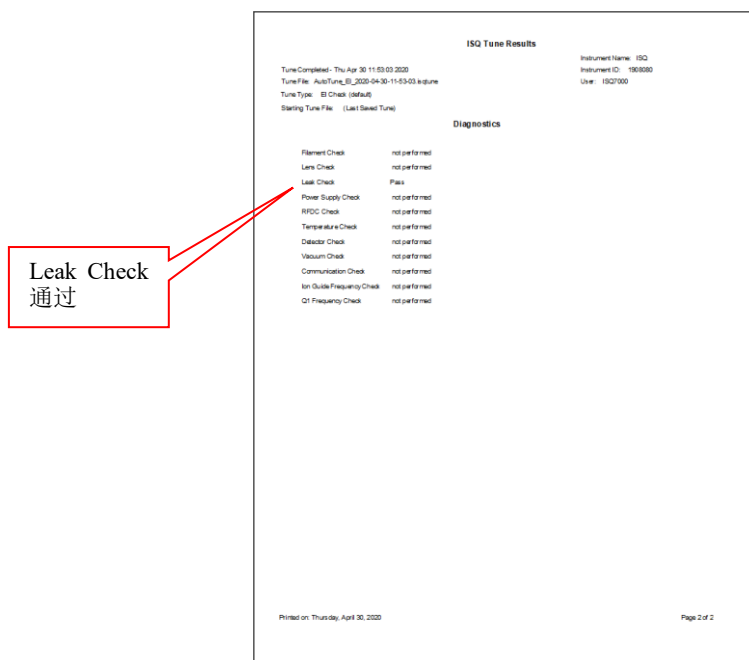

图2.9 自动调谐—日常调谐检查
- 如图2.9 (a) 点击Auto Tune Options选择Advanced Auto Tune;
- 如图2.9 (b) 在ISQ Auto Tune界面中选择调谐类型为EI Check (default), 并勾选Display report when complete和Show spectra按钮，点击Start按钮开始执行日常调谐检查;
- 如图2.9 (c) 调谐检查执行时，界面显示绿色进度条;
- 如图2.9 (d) 调谐完毕，将自动弹出调谐检查报告，查看特征峰出峰正常，Leak Check通过。